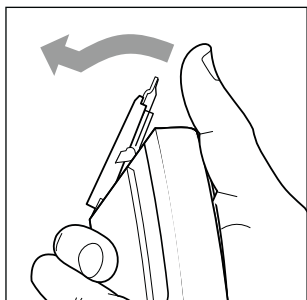
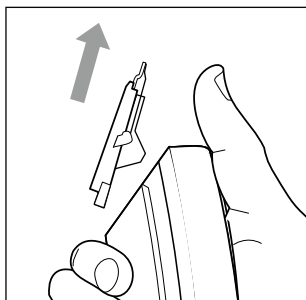

Fig. 8
Fig. 9
- 1) En primer lugar, presione el cabezal de corte **1** hacia delante con el pulgar para desmontarlo del aparato (consulte la fig. 8). Tras esto, tire del cabezal de corte **1** hacia arriba para retirarlo del aparato (consulte la fig. 9).